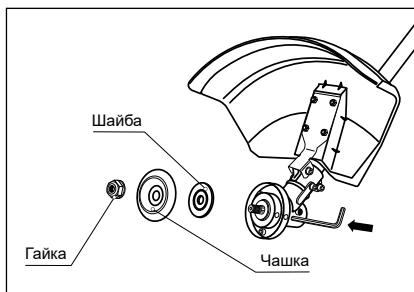

Рис. 7
1. Совместите отверстия в чашке редуктора и фланцевой шайбе. Вставьте металлический стопорный стержень или шестигранный ключ из комплекта в отверстия чашки редуктора и фланцевой шайбы. Вращая гайку по часовой стрелке, снимите ее, а также чашку и шайбу со шпинделя редуктора (рис. 7).
- Совместите отверстие во фланцевой шайбе с отверстием в чашке редуктора (рис. 7). Вставьте металлический стопорный стержень в отверстие чашки редуктора и в отверстие фланцевой шайбы.